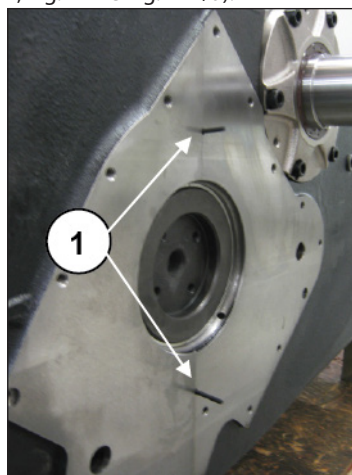

Fig. 113
La quota di sporgenza delle tenute OR deve essere di 2 mm (pos. ①, Fig. 113).